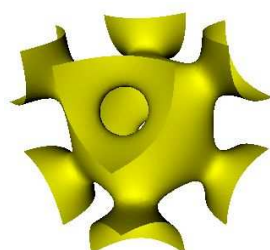

図3. fcc のフェルミ面
**【結果】**出力例として面心立方格子(fcc)、単純立方格子(sc)のフェルミ面と水素原子の  $5g_{35z^4-30z^2r^2+3r^4}$  軌道の可視化結果を図3~5にそれぞれ示す。このアルゴリズムでは、無数の点の集合からの曲面生成を六面体内の少数の点から三角形を生成する問題に置き換えているため、容易に未知の形状の曲面を可視化できる汎用性をもつ。そのため、本プログラムはさまざまな化学計算の結果の可視化に応用できると考えられる。